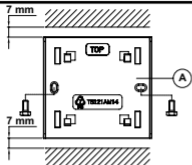

Fig 3.
1. Befestigen Sie die Sicherungsplatte A (Abb. 3) mit Hilfe der mitgelieferten Schrauben auf einem Einbaukasten bzw. direkt mit Hilfe von Schrauben und Dübeln an der Wand. Die Kennzeichnung „TOP“ muss sich an der Oberseite der Sicherungsplatte befinden.